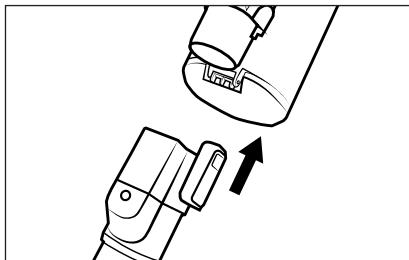

Fig. 1
- Glissez le tube d'aspiration 23 sur l'appareil jusqu'à ce qu'il s'enclenche de manière audible avec un clic (voir fig. 1).